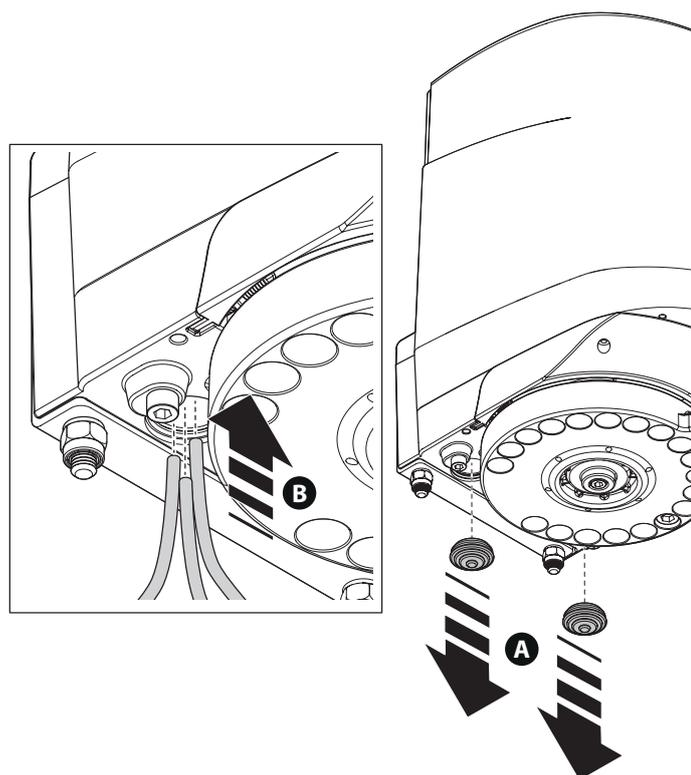

Fig. 22
**02.** Allentare il passacavo del motoriduttore e inserire nel suo foro i cavi di collegamento **fig. 22**;